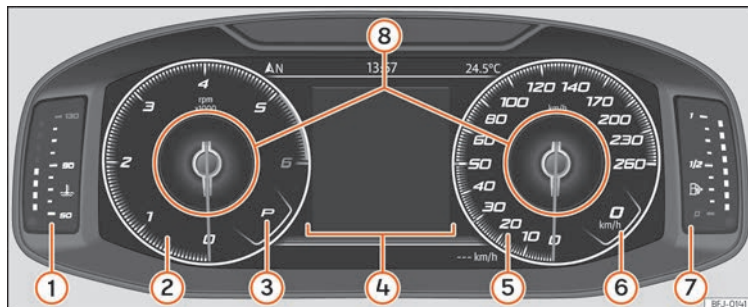

Fig. 69 SEAT Digital Cockpit no painel de instrumentos (vista clássica).
Na *Vista Clássica* e em *Semicircular watches* é possível personalizar a informação que aparece em **Perfis de informação** » **Fig. 69 ⑧**.
Os ponteiros de rotações por minuto e do velocímetro aparecem em todo o seu comprimento »» **Fig. 69.**